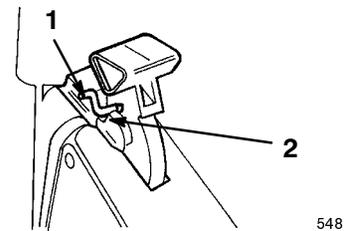

Figure 18
4. Tirez la poignée en arrière jusqu'à ce que le verrou s'engage dans le cran du verrou du volet du sac (Fig. 18).
**Remarque :** Dans la Figure 18, la grille de protection n'est pas montrée pour plus de clarté.